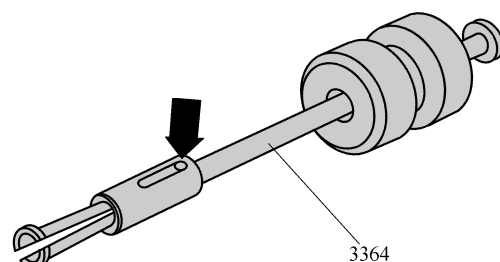

图 1-5-32
1) 如图 1-5-32 所示，用芯棒把夹紧销(箭头)从 3364 上压出，并取下拉拔器顶盖。